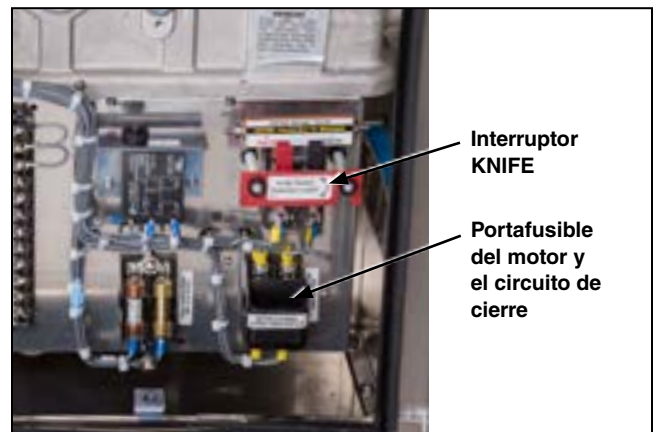

Figura 37. Los portafusibles del motor y del circuito de cierre y el interruptor KNIFE de la fuente de control.
- En los contactores de apertura y cierre del motor y el supresor de sobretensiones, todas las conexiones eléctricas son seguras y todos los contactores y supresores de sobretensiones están completamente fijados en sus montajes (Ver Figura 37 en la página 31.)
- PASO 8.** Introduzca los soportes de los fusibles del motor y del circuito de cierre. Cierre el interruptor KNIFE de alimentación de control. Figura 37.